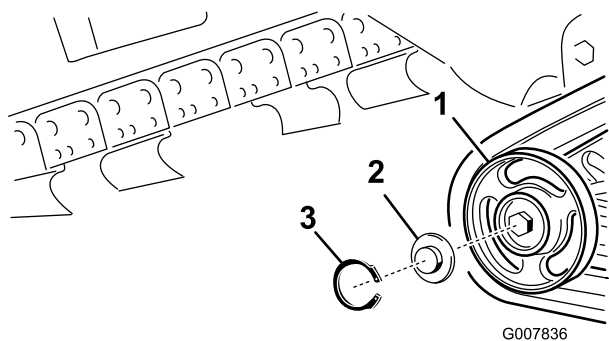

Figura 51
2. Retire la anilla a presión y el tapón de una de las ruedas de rodaje (Figura 51).
3. Compruebe la grasa que hay debajo del tapón y alrededor de la junta (Figura 51). Si está sucia, tiene arenilla o queda poca grasa, elimine toda la grasa, cambie la junta, y añada grasa nueva.
5. Coloque el tapón engrasado sobre la cabeza del perno (Figura 51).
6. Sujete el tapón de la rueda de rodaje con la anilla a presión (Figura 51).